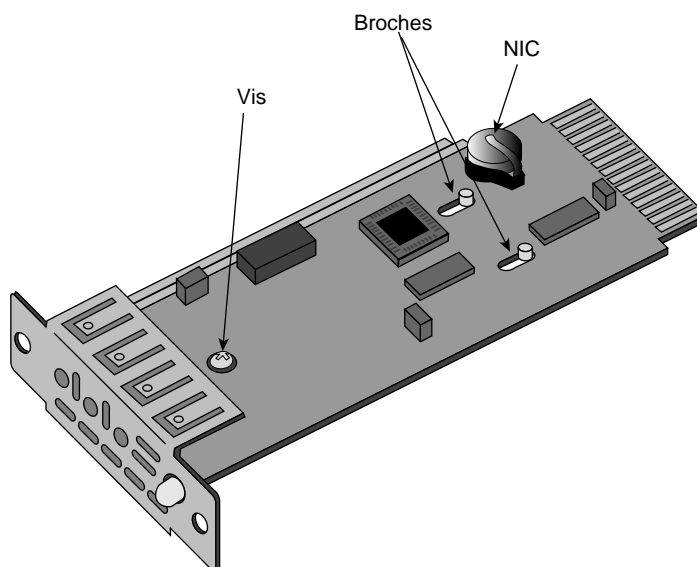

Figure 9-7 Retrait de la carte du contrôleur MSC du tiroir
6. Retirez la carte du contrôleur MSC de son tiroir : elle est fixée par une vis et deux broches, comme illustré à la Figure 9-7.
7. Retirez le module NIC de la carte du contrôleur. Il s'agit d'un périphérique couleur d'argent situé à l'arrière de la carte du contrôleur. Il ressemble à une très grosse batterie d'horloge (voir Figure 9-7).
2. Positionnez la nouvelle carte de contrôleur MSC au-dessus des broches : en saisissant la carte par ses côtés, faites-la glisser pour que les broches se bloquent, de façon à assurer un positionnement du voyant et du bouton dans les bons orifices. Remettez en place la vis que vous avez mise de côté et serrez-la, comme indiqué à la Figure 9-7.